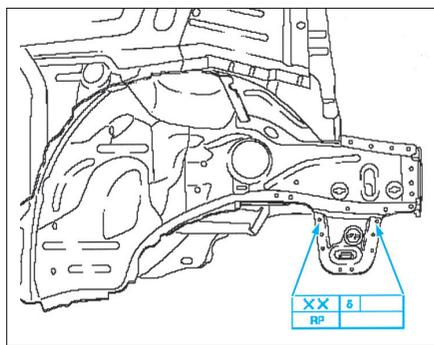
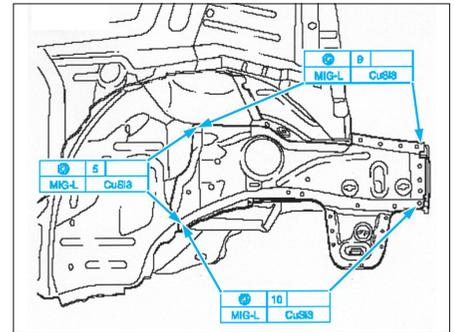

FIG. 19
FIG. 20
• Appliquer de l'adhésif structural de carrosserie sur le longeron. Souder complètement la tôle d'embout de longeron (Fig.19) et (Fig.20).